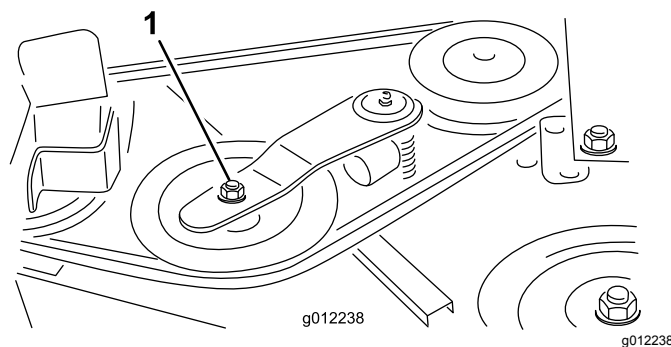
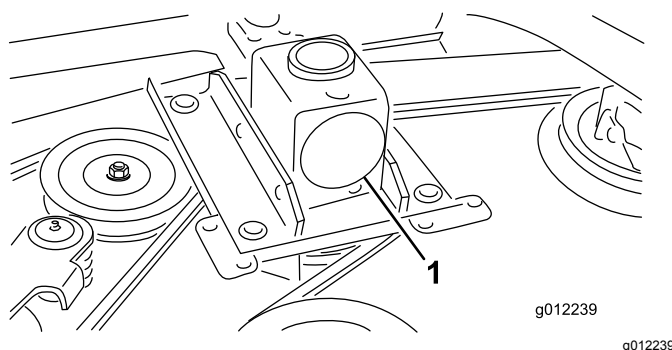

Figure 32
Figure 33
2. À l'aide d'une clé dynamométrique ou d'un outil similaire, éloignez la poulie de tension (Figure 32) de la courroie d'entraînement pour détendre cette dernière et pouvoir la déchausser de la poulie du boîtier d'engrenages (Figure 33).